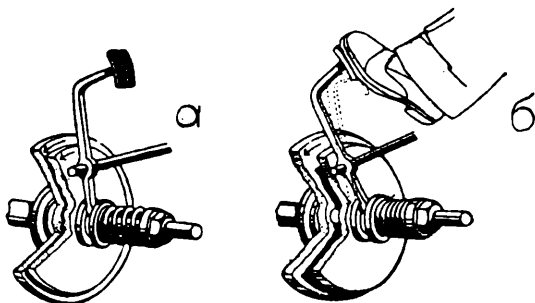

Рис. 29. Злучня.
Засаду праці злучні представляє рис. 29. Складається вона з двох кружків, з котрих один закріплений на колінчастому валку, а другий при допомозі клина на короткому валку, що входить до коробки швидкостей (пор. рис. 28). Нормально сильна пружина притискає другий кружок до першого (рис. 29 а). Коли однак натиснемо лівою ногою педаль злучні, то кружок на короткому валку віддається від кружка колінчастого валка і тоді рушій може обертатися при нерухомім, короткім валку, або навпаки. При з'їзді похилою дорогою можемо натиснувши педаль злучні задержати мотор через
вимкнення запалу (рис. 29 б). В особових і легких вантажних машинах знаходять сьогодні примінення так звані **однокружкові злучні**.
**Стіжкова злучня** подібна конструкцією до показаної на рис. 29 а і б, тільки кружки мають для збільшення тертя стіжкові вінці.